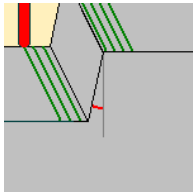

图 2-102 “Lateral walls” 示意图
- “Lateral walls”: 零件部分外侧壁表面加工，可输入 “Min. lateral slope” 角度值。当零件表面与刀轴之间的夹角小于 “Min. lateral slope” 角度时，称为零件的侧壁，如图 2-102 所示。